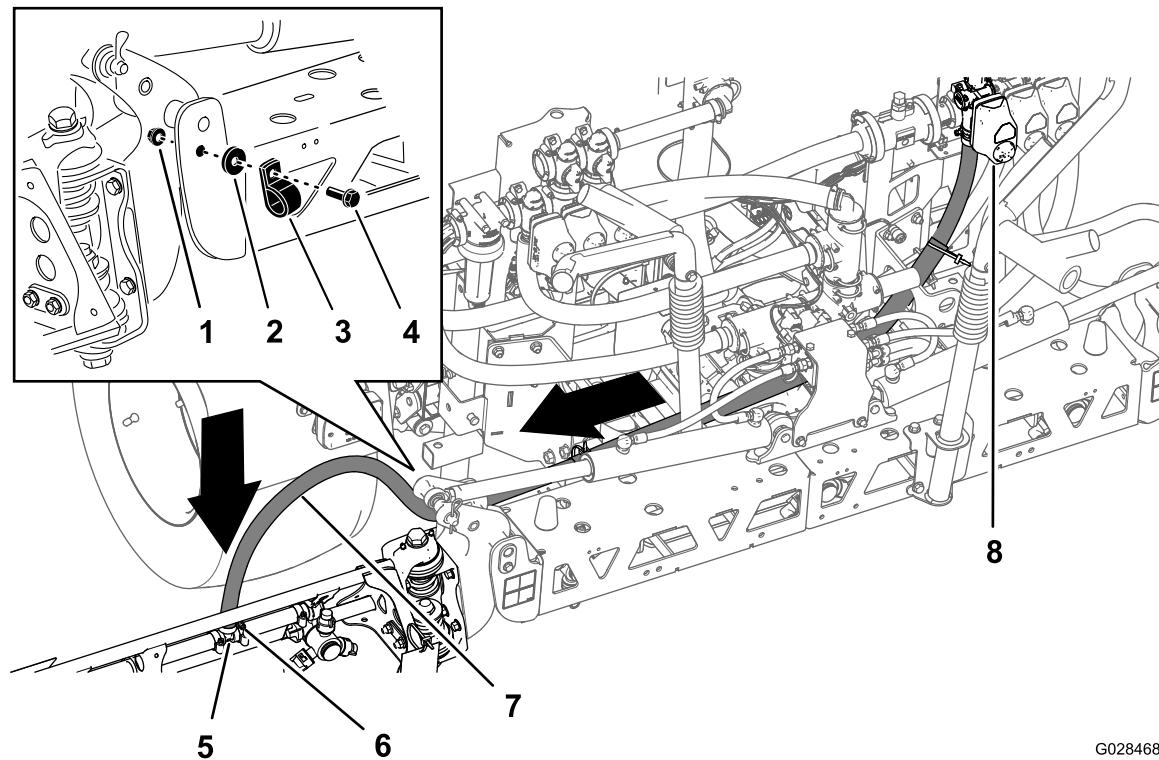
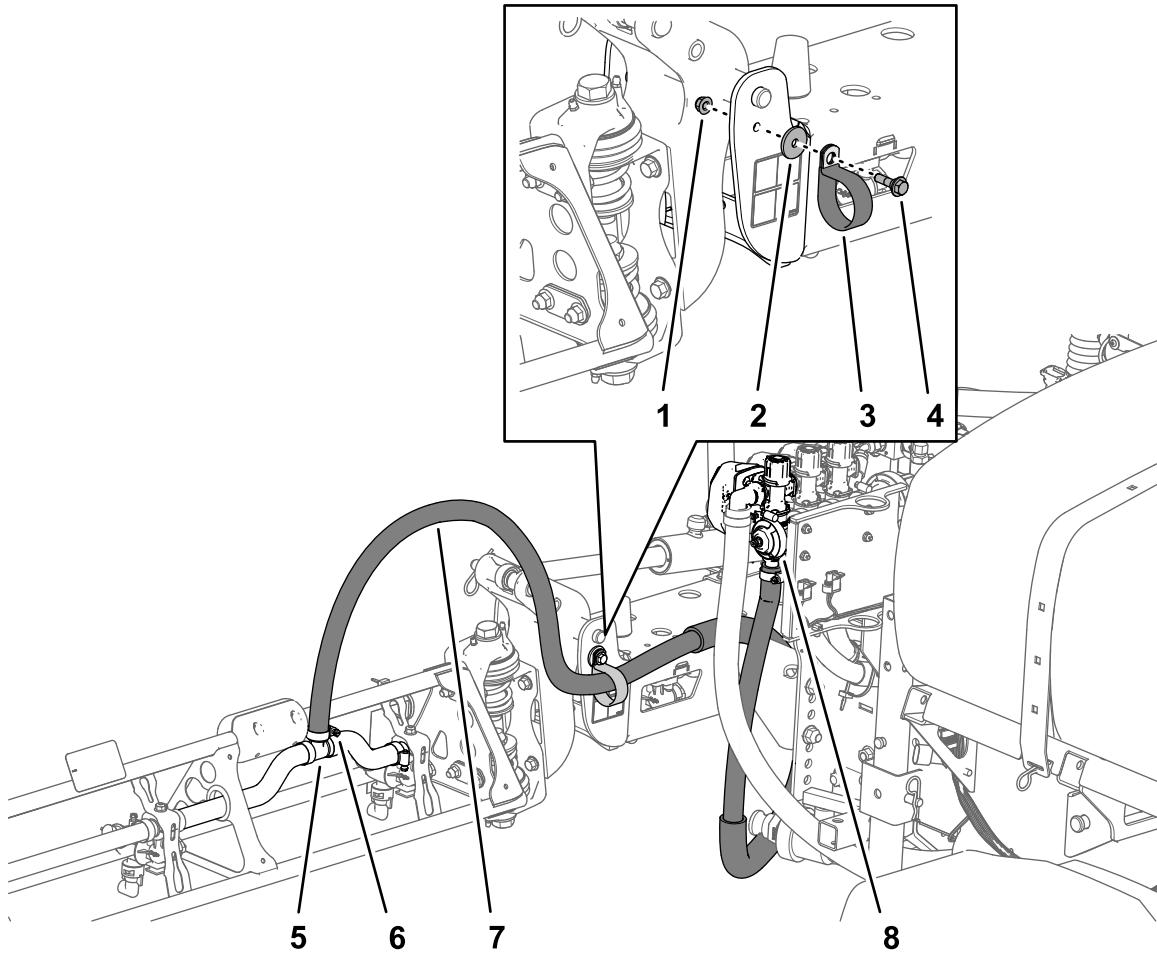

Figure 42
Figure 43
1. Acheminez les flexibles des sections de rampe comme montré à la Figure 42 et la Figure 43.
2. Fixez les flexibles de rampe à l'avant de la section de rampe centrale (Figure 42 et Figure 43) à l'aide de 1 collier en R, 1 boulon à épaulement (5/16 x 1 po), 1 contre-écrou (5/16 po) et 1 rondelle (5/16 po).
3. Branchez le flexible de section de rampe sur le raccord en T cannelé de la section et fixez-le en place avec un collier (Figure 42 et Figure 43).